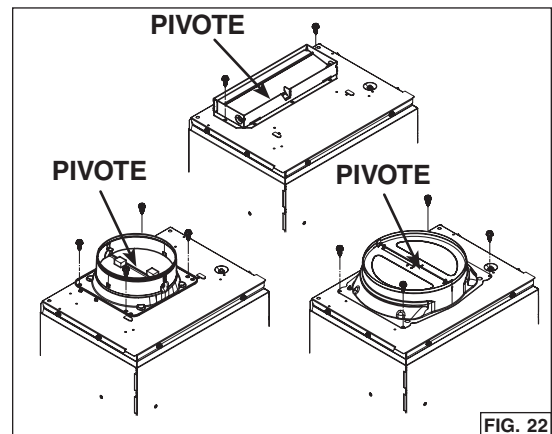

FIG. 22
10. Para un conducto rectangular, use 2 tornillos para metales n.º 8-18 x 1/4 pulg. (incluidos) para fijar el adaptador/compuerta de 3¼ pulg. x 10 pulg. (incluido) en la parte superior del aparato, sobre el orificio de salida del ventilador (FIG. 22).
Para un conducto redondo, use 4 tornillos para metales n.º 8-18 x 1/4 pulg. (incluidos) para fijar el adaptador/compuerta de 6 pulg. redondo (incluido) (o 8 pulg. redondo, PM600SSV solamente) en la parte superior del aparato, sobre el orificio de salida del ventilador (FIG. 22).